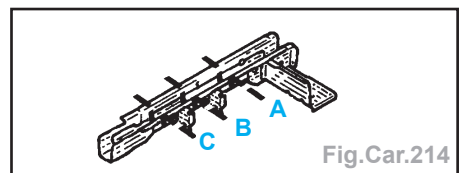

Fig.Car.214
- Cette opération s'effectue suivant deux possibilités (Fig.Car.214) :